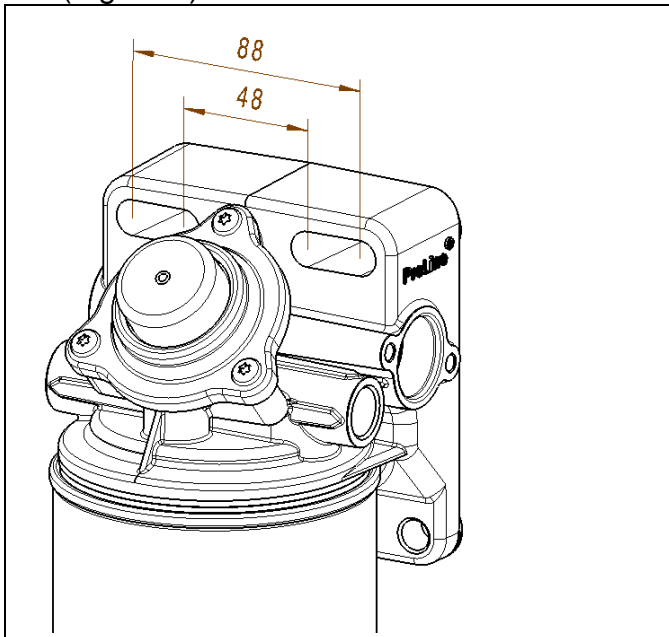

Fig. 2 Écart entre trous oblongs 50–87 mm
- Rechercher l'écartement des trous (quand il y en a déjà) ou les percer (Figure 2).